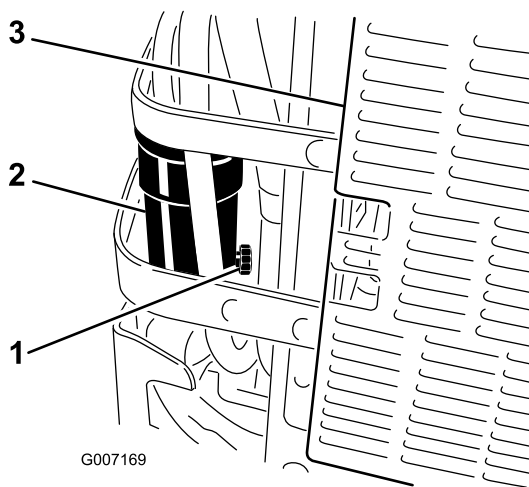

Figura 67
5. Aprite di circa un giro la valvola di spurgo sul separatore di condensa per permettere lo spurgo dell'acqua e di altre sostanze contaminanti (Figura 67).
6. Chiudete la valvola di spurgo quando inizia a fuoriuscire solamente gasolio (Figura 67).